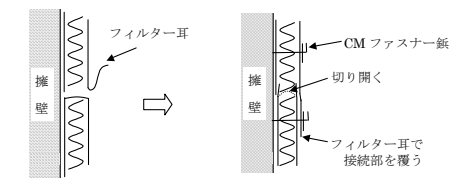

図 II-3 「グリ・シート」の接続部処理
(1) 「グリ・シート」の透水層にフィルターが介する場合は、水の移動を妨げないようにフィルターを切り開いておく。(図 II-3)
(2) 接続部の間から土が入り込まないように、上段「グリ・シート」のフィルター耳を下段「グリ・シート」を覆うように重ねる。(図 II-3)